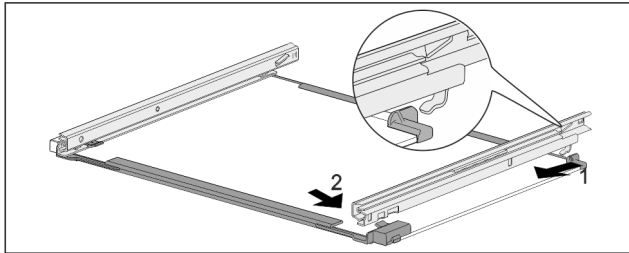

Fig. 191 Siinidega klaasplaat
- ▶ Riputage siin taga külge. Fig. 191 (1)
- ▶ Riputage siin ees külge. Fig. 191 (2)